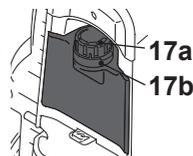

Fig. 19
- > Ajustez le débit du détergent à l'aide du régulateur (17a) situé sur le bouchon (17b) (Fig. 19).